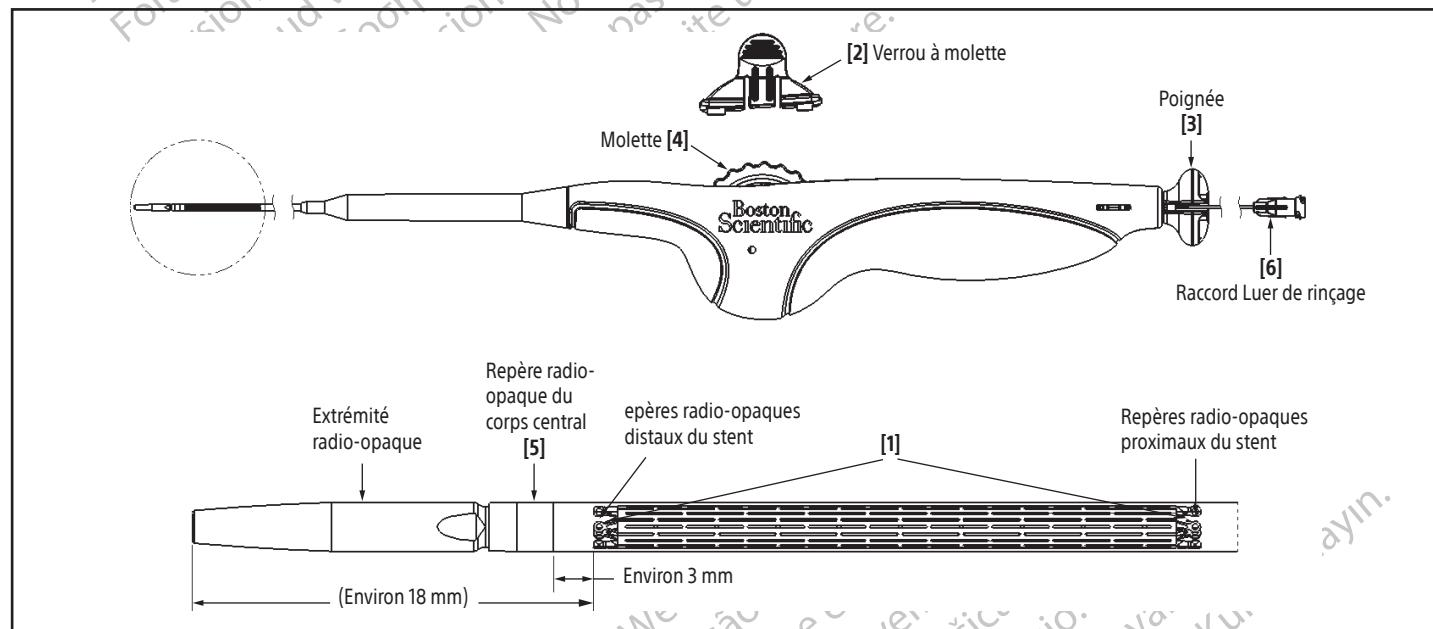

Figure 4. Système de mise en place du stent
7. Fixer une seringue de 10 ml (10 cc) remplie de sérum physiologique au raccord luer de rinçage [6] de la poignée. Appliquer une pression positive. Continuer à rincer jusqu'à ce que le sérum physiologique apparaisse à l'extrémité distale de la lumière du guide. Retirer le raccord luer de rinçage [6] (en tirant sur la seringue ou sur le raccord luer de rinçage [6]) (voir Figure 4).